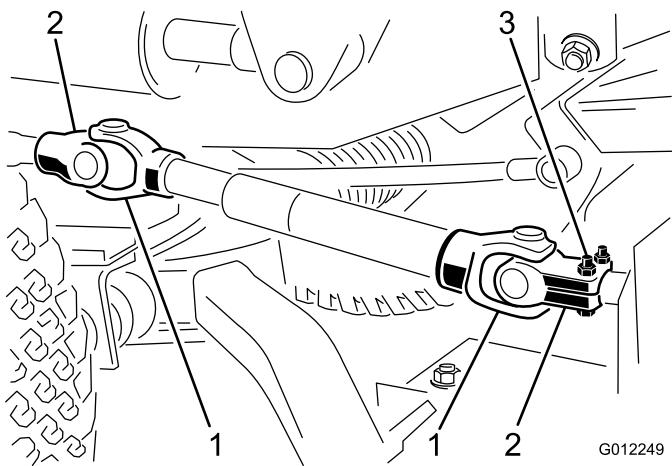

Figura 8
- 1. Allineate i fori nella forcella e l'albero in entrata della scatola degli ingranaggi. Fate scorrere la forcella sull'albero e fissate con un perno e rullo, 2 viti a testa cilindrica (5/16 x 1-3/4 poll.) e dadi di bloccaggio (5/16 poll.) (Figura 8).